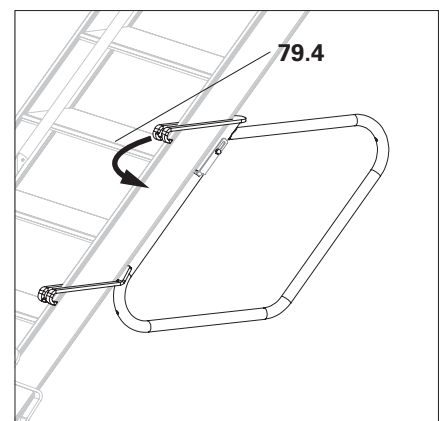

Fig. A8.07b
2. Abbassare il parapetto scala sul gradino e tirare gli agganci completamente fino ai bordi anteriori del gradino (**79.4**). (Fig. A8.07b)